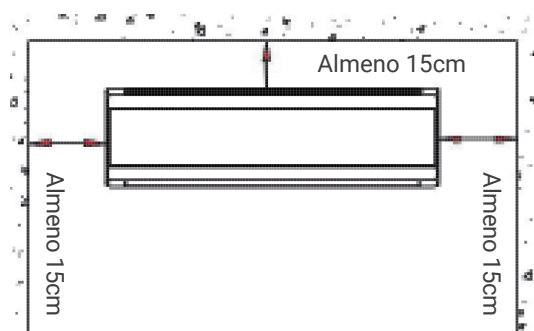

Fig.1
- Garantire la distanza richiesta in Fig.1.
- Il retro dell'unità interna deve essere vicino al muro (Fig.1)